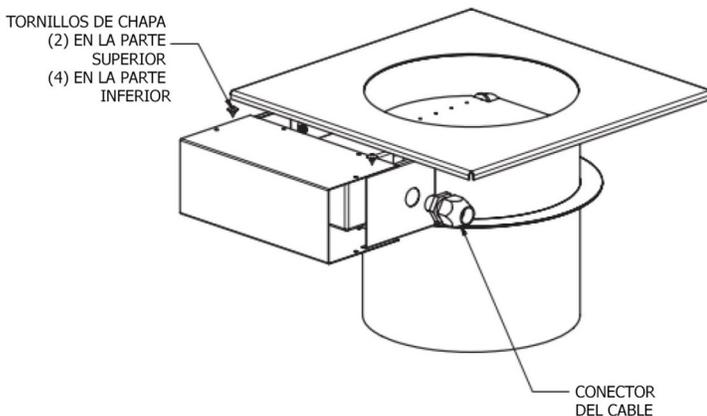
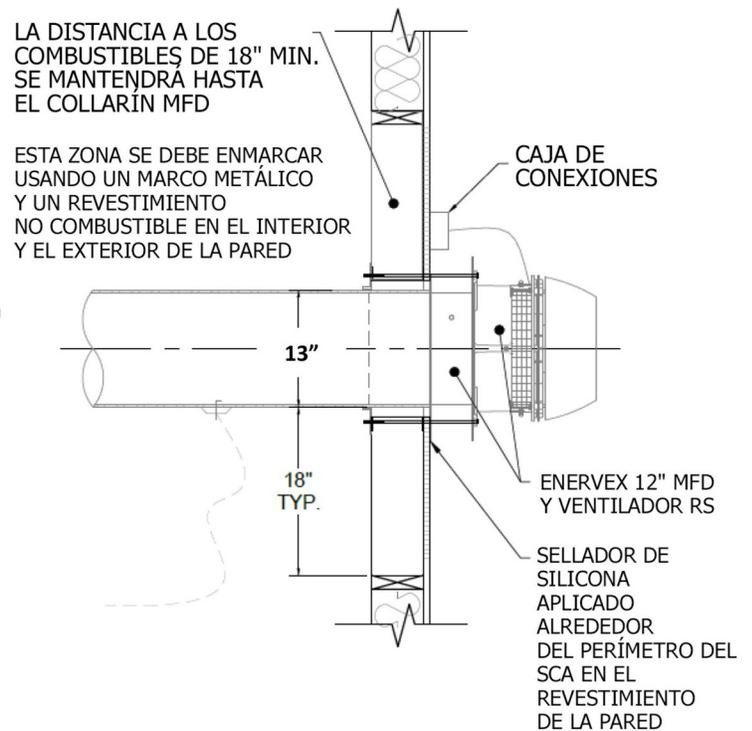

FIGURA 30
FIGURA 31
1. Antes de instalar el MFD en la chimenea, se debe conectar un cable de suministro al actuador y debe asegurarse la cubierta de éste (**Figura 30**).
3. Utilice (6) de los tornillos para chapa incluidos para fijar la cubierta del actuador en el MFD. Una vez asegurada, aplique una capa de silicona alrededor de las juntas de la cubierta.
4. Monte el MFD en el exterior, en el extremo de una chimenea de acero. Deslice el cuello del MFD en la chimenea de acero hasta que el amortiguador se apoye en la pestaña de cierre. Se pueden instalar tornillos para chapa alrededor del collarín en la chimenea para obtener un soporte adicional. Fije el MFD a la estructura no combustible con sujetadores metálicos o pernos con tuercas de seguridad (**Figura 31**)